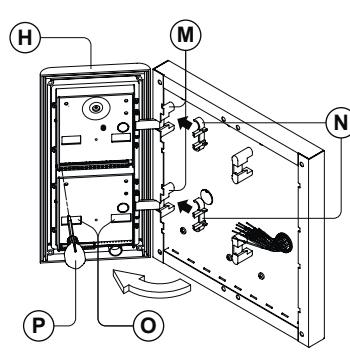

fig. 10
- Come mostrato in Fig. 10, aprire il supporto moduli **H** come suggerito dalla freccia, agganciare i fermi **N** delle cerniere agli alloggiamenti **M**, collegare i fili utilizzando il cacciavite fornito (lato piatto) a corredo ed agire sulle fessure **O** dei moduli o sui fori dei trimmer per le opportune regolazioni;